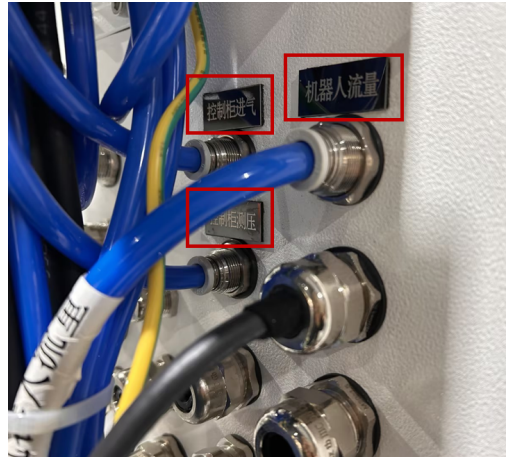

图 3-6: 侧边线槽说明
4. **原理说明：**控制柜进气从上方引入再从测压口排出回到上方测压口；流量从阻火片下方小孔排出回到上方机器人流量口，如图 3-6所示。